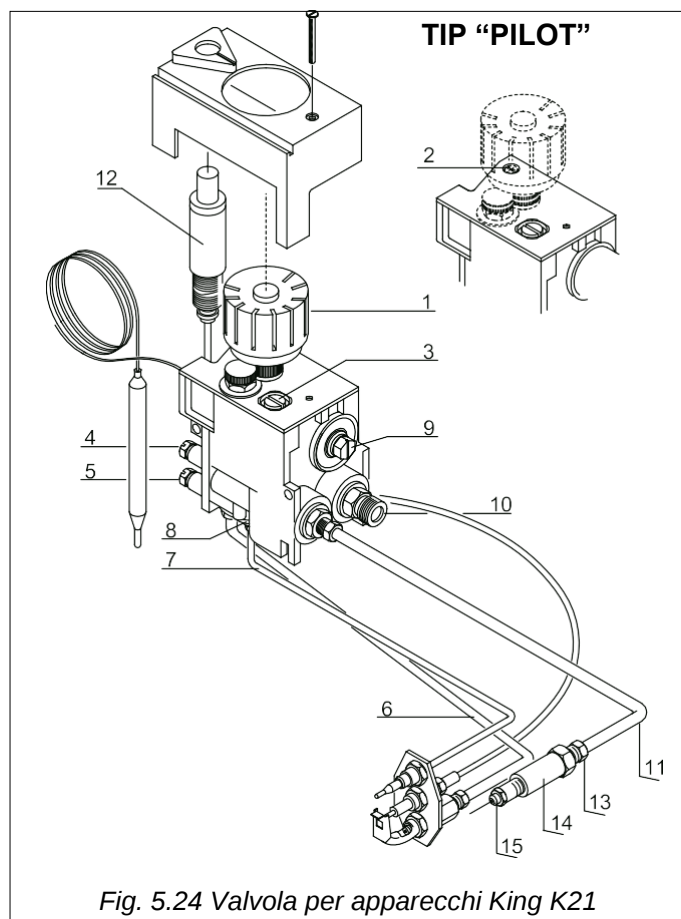

Fig. 5.24 Valvola per apparecchi King K21
a) Lipsa gazului sau presiune prea mare.	a) Se verifică presiunea de alimentare la valva (5 fig. 5.24).
a) Presiune excesivă a gazului la duza.	a) Se reglează presiunea la valorile nominale indicate în placuța de serie cu ajutorul stutului (4 fig. 5.24).
a) Presiune excesivă a gazului la duza.	a) Se regleaza presiunea la valorile nominale indicate in placuta de serie cu ajutorul stutului (4 fig. 5.24).